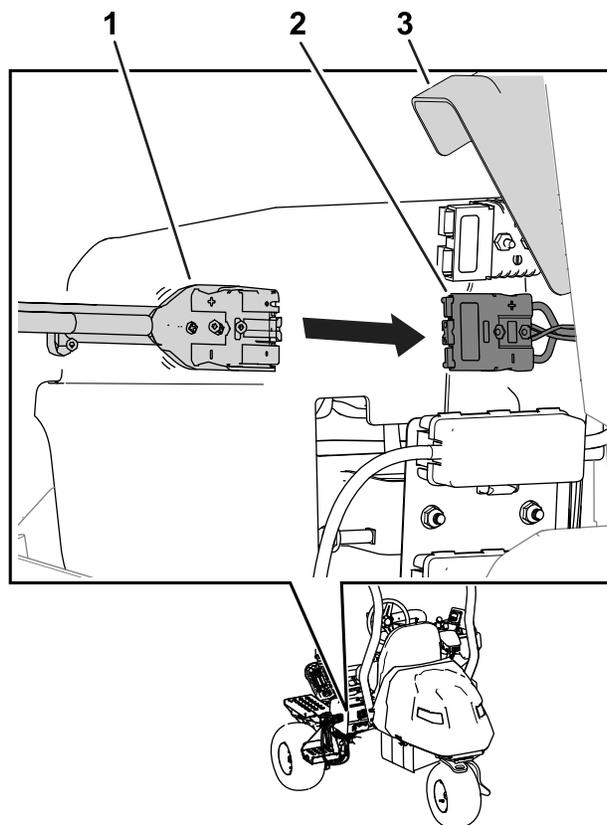

Рисунок 33
7. Поднимите крышку разъема и вставьте выходной разъем зарядного устройства в разъем зарядного устройства на машине (Рисунок 33).